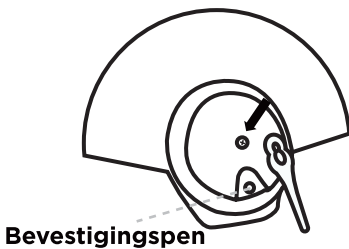

Afb. 3
- b.** Duw de middelste gesp naar voren zoals aangegeven totdat u een klik hoort, wat aangeeft dat de installatie compleet is. (Afb. 3)